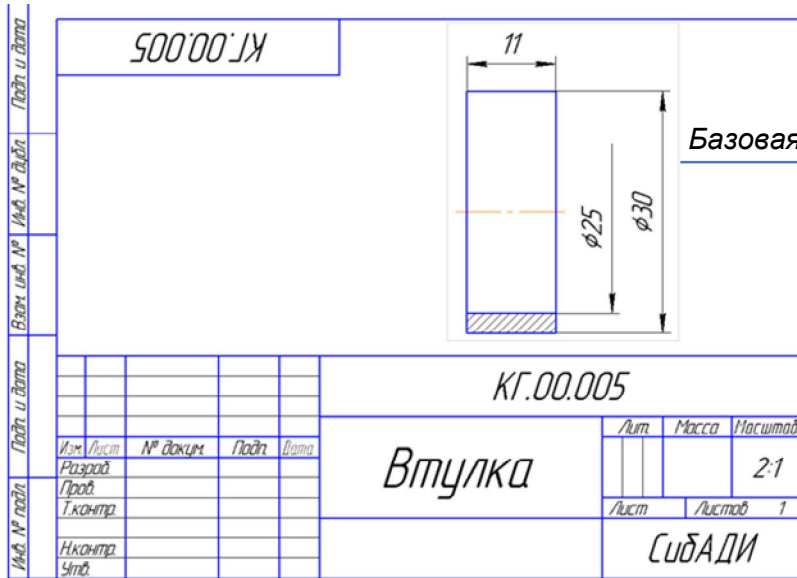

Рис. 4.22. Рабочий чертеж «Втулка»
- Откройте рабочий чертеж «Втулка», который находится в папке «... \Рабочие чертежи\ Втулка _ КГ.00.005» (рис. 4.22).